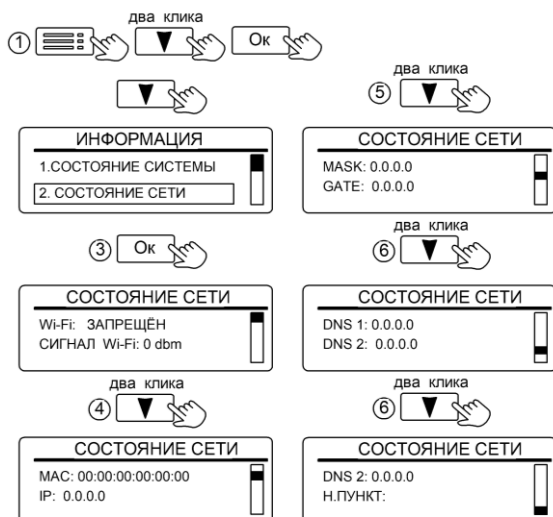

Рисунок 30. Вид вкладки «СОСТОЯНИЕ СЕТИ»
**11.3.3 Окно «3.РАДИОДАТЧИКИ»** отображает информацию о температуре воздуха в зонах, где они установлены (рис. 30).